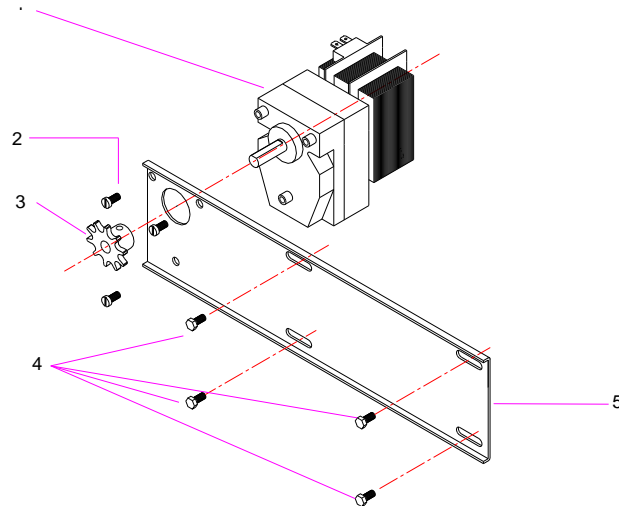

Fig. 10
- Aflojar los tornillos (4) Fig 10, para extraer la cadena que une el piñón (3) con el eje de primera espada.
- Una vez extraída la cadena soltar totalmente los tornillos (4) para sacar el soporte de motor (5) junto con el motorreductor.
- Aflojar el tornillo que fija el piñón (3) al eje del motorreductor para extraerlo del eje, suelte totalmente los tornillos (2) para desmontar el motorreductor del soporte.
ATENCIÓN: La cadena de motor cuando esta tensada correctamente debe tener en su parte central una flexión de 1cm. aproximadamente. Un exceso de tensado en la cadena produce un esfuerzo innecesario en el trabajo motorreductor. Fig.10